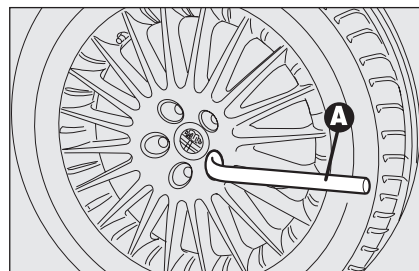

fig. 5a
- ☐ en utilisant la clé en dotation **A-fig. 5a** dévisser d'environ un tour les boulons de fixation; secouer la voiture pour faciliter le détachement de la jante du moyeu de la roue;